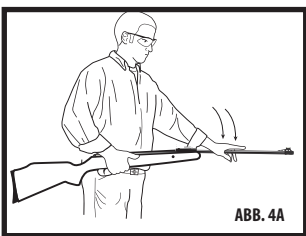

ABB. 4A
- Klopfen Sie mit Ihrer Handfläche fest auf das Mündungsende des Laufs (Abb. 4A), um den Verschluss freizugeben.